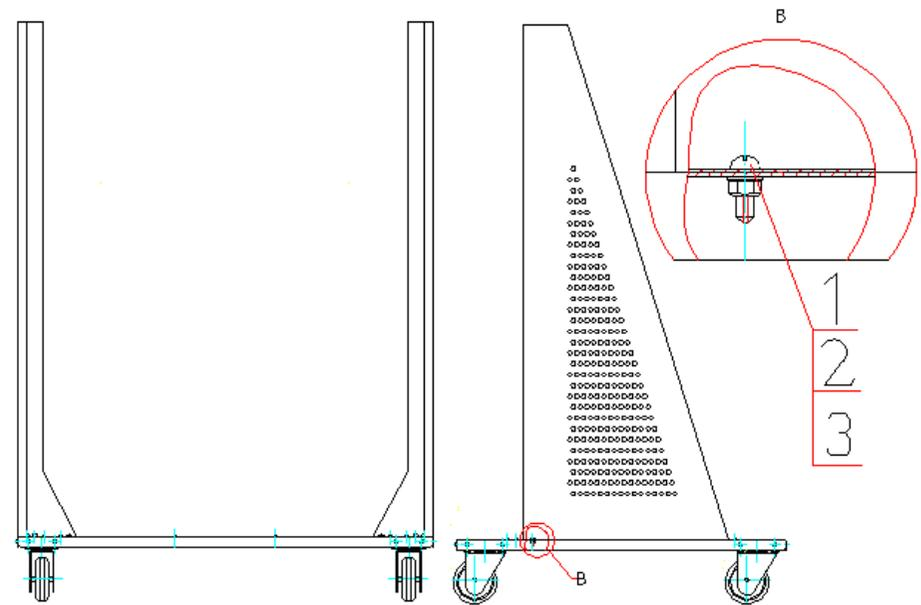

Рис.1
5.1. Установить и закрепить стойки на верхней части основания как показано на рис.1 с помощью винтов, гаек и шайб поз.1,2,3, входящих в комплект поставки